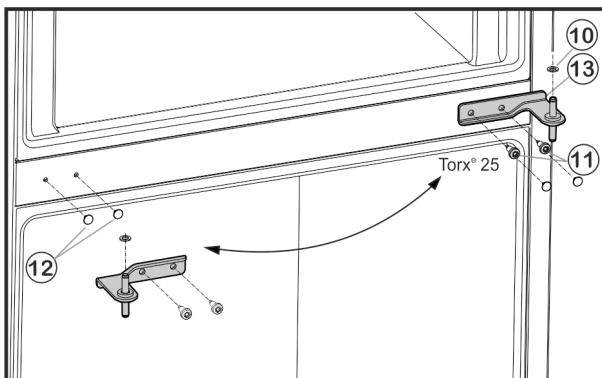

Fig. 6
- Opatrne stiahnite kryty Fig. 6 (12) a znova ich nasadte na opačnej strane.